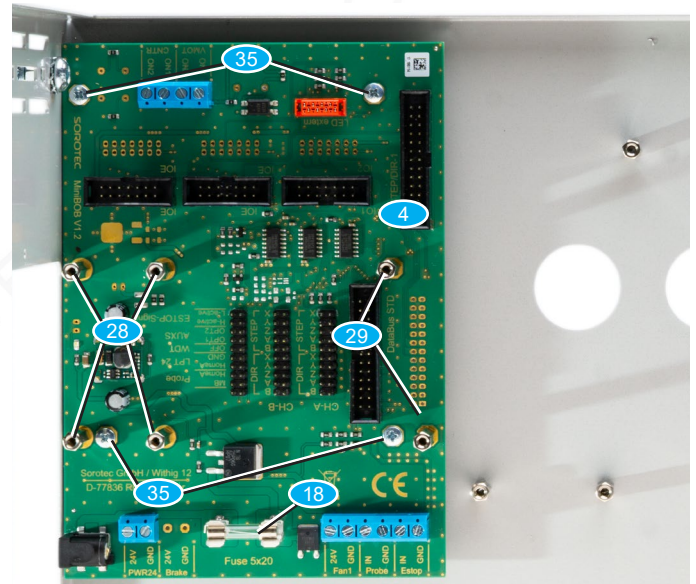

Bild 9: C3 Bob
- Montieren Sie die Hauptplatine **4** mit Zylinderschrauben **35** und den Distanzhülsen **28** und **29**, wie in Bild 9 gezeigt.